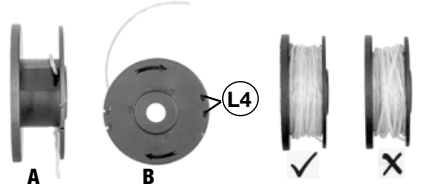

FIG 12
## REEMPLAZO DE LA HILO (FIG 12)
5. Inserte un extremo de la nueva hilo en el agujero en la columna central del carrete (consulte la FIG 12-A), luego enrolle la hilo alrededor del carrete en la dirección que se muestra en el carrete. Consulte la FIG 12-B.